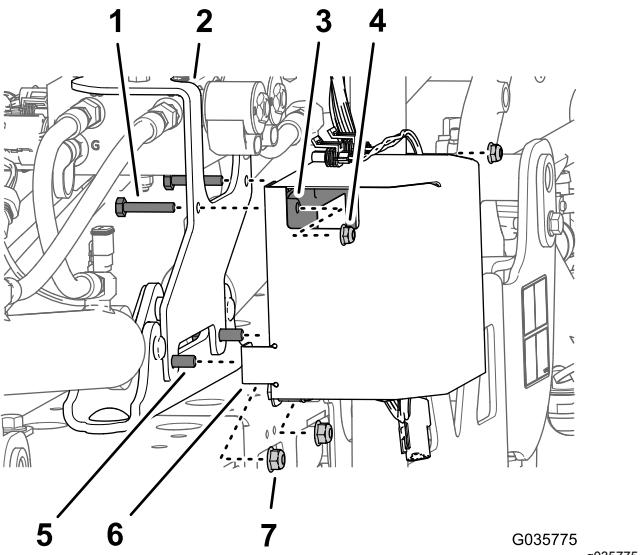

Figura 29
3. Retire las 2 contratuercas con arandela prensada (5/16") que fijan el soporte de montaje del kit de acabado de brazo Ultra Sonic Boom del bastidor del cilindro (Figura 29).
4. Monte la cubierta del controlador (Figura 29) sobre el perno con arandela prensada (5/16" x 1") en los taladros delanteros inferiores de la cubierta y fije provisionalmente la cubierta, el soporte y el bastidor con las 2 contratuercas con arandela prensada (5/16") que retiró en 3.
5. Monte los 2 pernos (1/4" x 1 3/8") a través de los taladros superiores en el soporte de montaje (kit de acabado de brazo Ultra Sonic Boom), la brida trasera (cubierta del controlador) y el controlador (Figura 29) con las 2 contratuercas con arandela prensada (1/4").